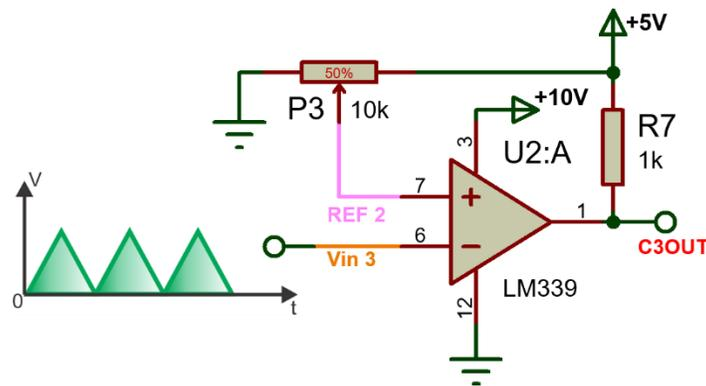

Figura 7.4. Circuito comparador discreto.
7. Arme el circuito comparador discreto de la figura 7.4, utilizando como entrada Vin3 una señal triangular de 5Vpp y un offset de $2.5V_{CD}$, de modo que no tenga parte negativa, y una frecuencia de 100Hz. La salida del comparador será llamada C3OUT.